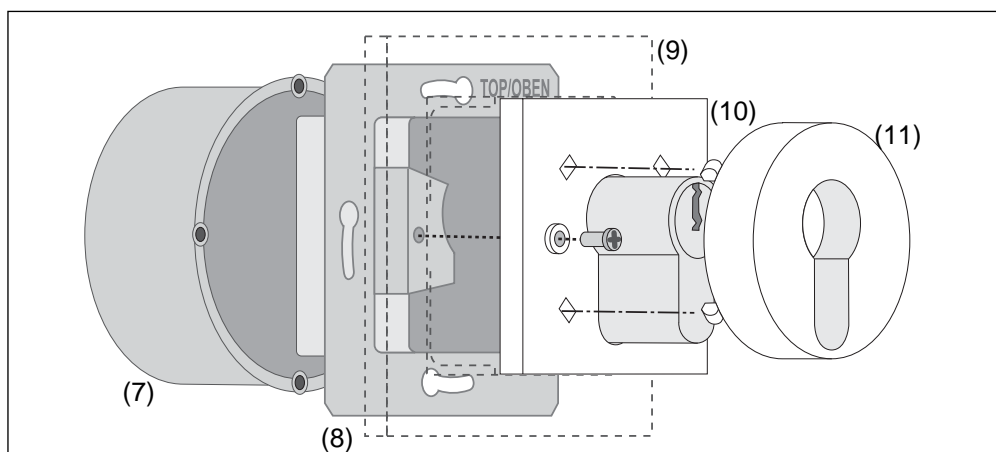

Bild 6
- Schalt-/Tasteinsatz (8) in der Gerätedose (7) positionieren und verschrauben. Markierung **TOP/OBEN** beachten (Bild 6).
- Rahmen (9) auf den Schalt-/Tasteinsatz aufstecken.
- Schließbart mit dem Schlüssel in Position bringen, Zentralstück mit Profil-Halbzylinder (10) aufstecken und verschrauben.
- Abdeckhaube (11) für den Profil-Halbzylinder aufrasten.